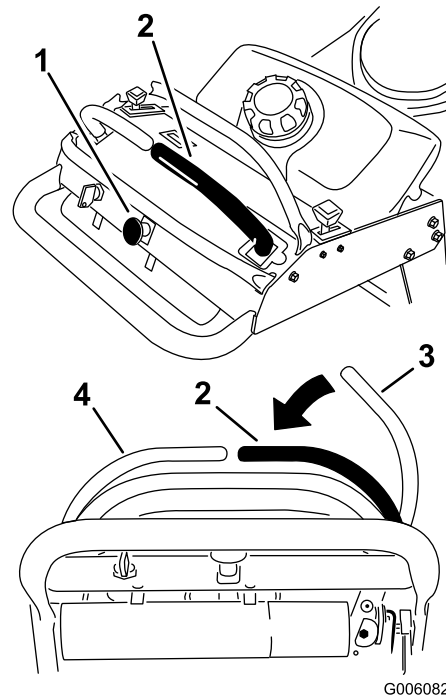

Figura 7
1. Para engranar las cuchillas del cortacésped, mueva la palanca de control de movimiento derecha a la posición central, desbloqueada (Figura 7).